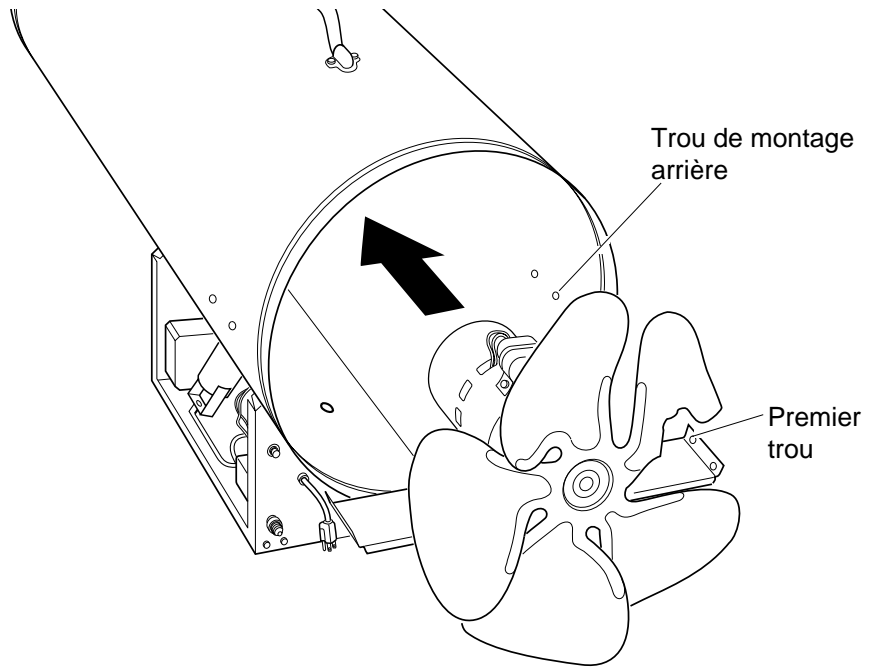

Figure 8 - Ventilateur et moteur inversés
Remarque : Le moteur entre dans le boîtier en premier (se reporter à la Figure 8).
9. Aligner les trous de montage arrière du boîtier avec le premier trou de chaque côté du socle du moteur (se reporter à la Figure 8). **Remarque :** Une fois les trous alignés, le ventilateur doit se trouver hors du boîtier.